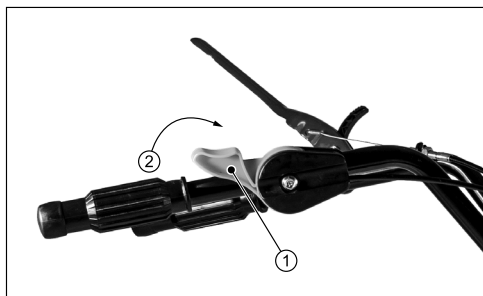
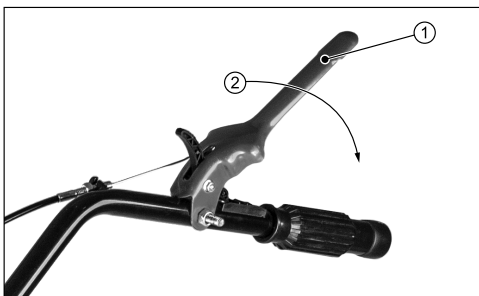

Рис. 10
Рис. 11
2. Поверните регулятор оборотов 1 (рис. 10) в направлении 2 (рис. 11) до упора в режим запуска.
6. Нажмите на рычаг сцепления на 1 (рис. 11) по направлению 2 (рис. 11) для передачи крутящего момента на фрезы.